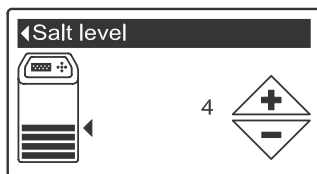

РИС. 23
1. Когда умягчитель отображает прокручивающиеся экраны статуса, открыть соляную крышку. Освещение бака включается и появляется экран Уровня соли (См. Рисунок 23).
5. Нажать кнопку ВЫБОР (O) для отображения экрана Уровень соли (См. Рисунок 23). Этот экран исчезнет автоматически только через 15 минут.